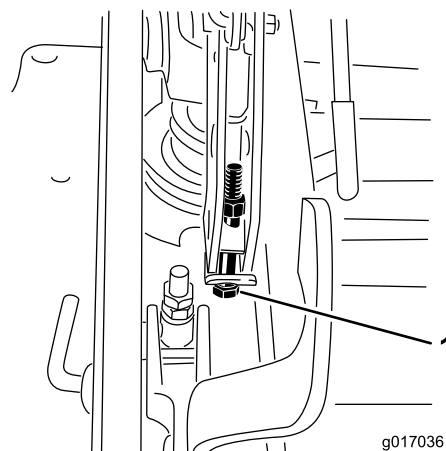

**Figura 95**
12. Per agire sull'impianto di regolazione da un punto unico, allentate i due bulloni alla base della piastra dell'altezza di taglio. Vedere Figura 95.
14. Serrate i due bulloni alla base della piastra dell'altezza di taglio (Figura 95). Serrate a 37-45 N·m.